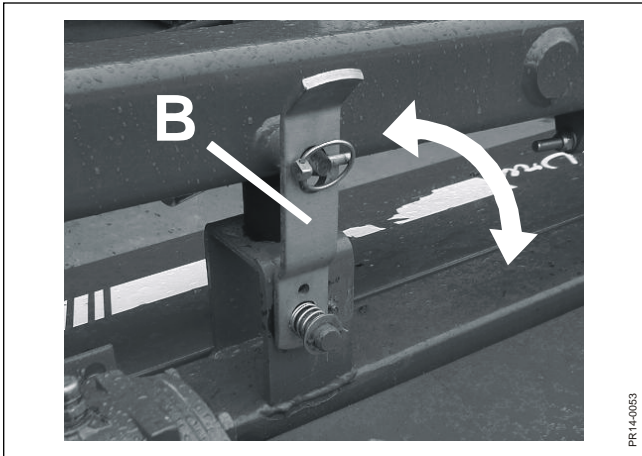

Fig. 3-5
- Fig. 3-5**
- Fig. 3-5** La macchina deve essere in posizione di lavoro con il blocco di trasporto **B** rilasciato.